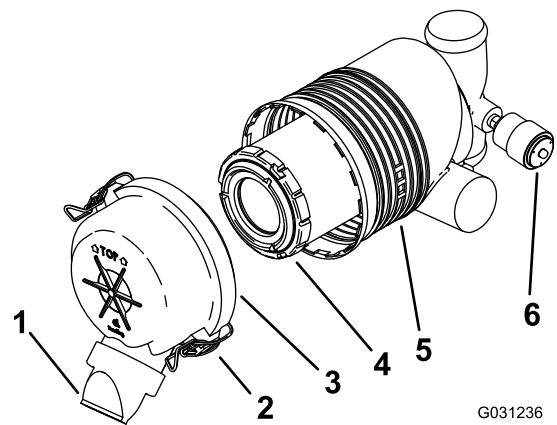

Bild 41
Wichtig: Tauschen Sie den Luftfilter nur aus, wenn die Wartungsanzeige rot ist (**Bild 41**). Das frühzeitige Auswechseln des Luftfilters erhöht nur die Gefahr, dass Schmutz in den Motor gelangt, wenn Sie den Filter entfernen.
5. Lösen Sie die Riegel am Luftfilter und ziehen Sie die Abdeckung vom Luftfiltergehäuse ab (**Bild 41**).
- Wenn die Wartungsanzeige durchsichtig ist, setzen Sie die Luftfilterabdeckung auf (die Staubkappe sollte nach unten zeigen) und befestigen Sie die Riegel (**Bild 41**).
1. Schieben Sie den Filter vorsichtig aus dem Luftfiltergehäuse heraus (**Bild 41**).
3. Setzen Sie den Filter vorsichtig ein (Bild 41).
4. Setzen Sie die Luftfilterabdeckung auf (die Staubkappe sollte nach unten zeigen) und befestigen Sie die Riegel (Bild 41).